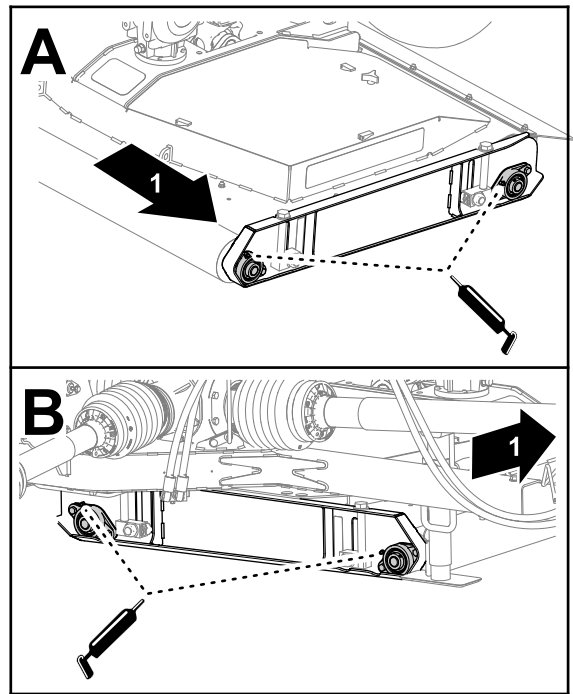

Figura 56
1. Aplique o lubrificante especificado nos rolamentos do rolo da plataforma no lado esquerdo na plataforma (Figura 56).
2. Lubrifique os rolamentos do rolo da plataforma no lado direito na plataforma (Figura 56).